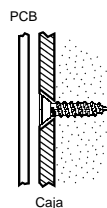

Figura B.4:
9. Monte la parte posterior de la caja con dos tornillos y retire el PCB. Use un tornillo ISO 7050 (ST3.5 x 22) o similar, de modo que la cabeza del tornillo no toque el PCB – ver *Figura B.4*.